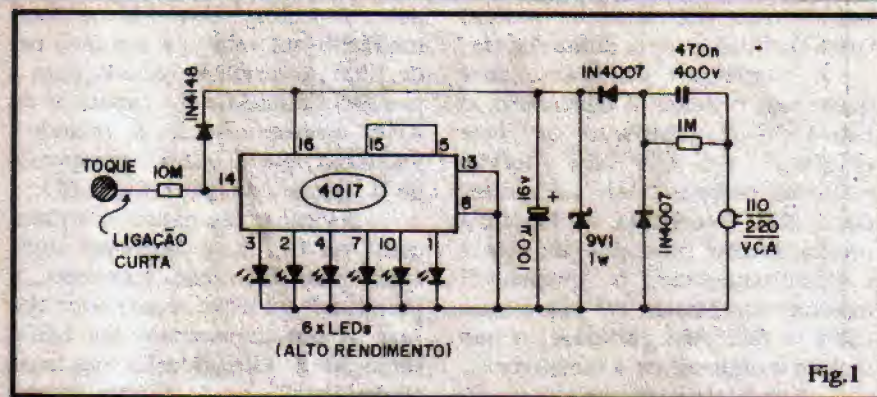

Fig.1
A fig. 1 mostra o diagrama esquemático do circuito do DELET, extremamente simples, graças à utilização de versátil Integrado da “família” digital C.MOS (4017) e aos outros “truques” simplificadoros que permitem minimizar a quantidade de componentes. O Integrado 4017 é (como já sabem os hobbystas “contumazes”...) um contador de década, ou seja: conta os pulsos recebidos em um pino de entrada (14) e os sequencia através de 10 saídas (das quais apenas 6 são usadas no circuito do DELET).